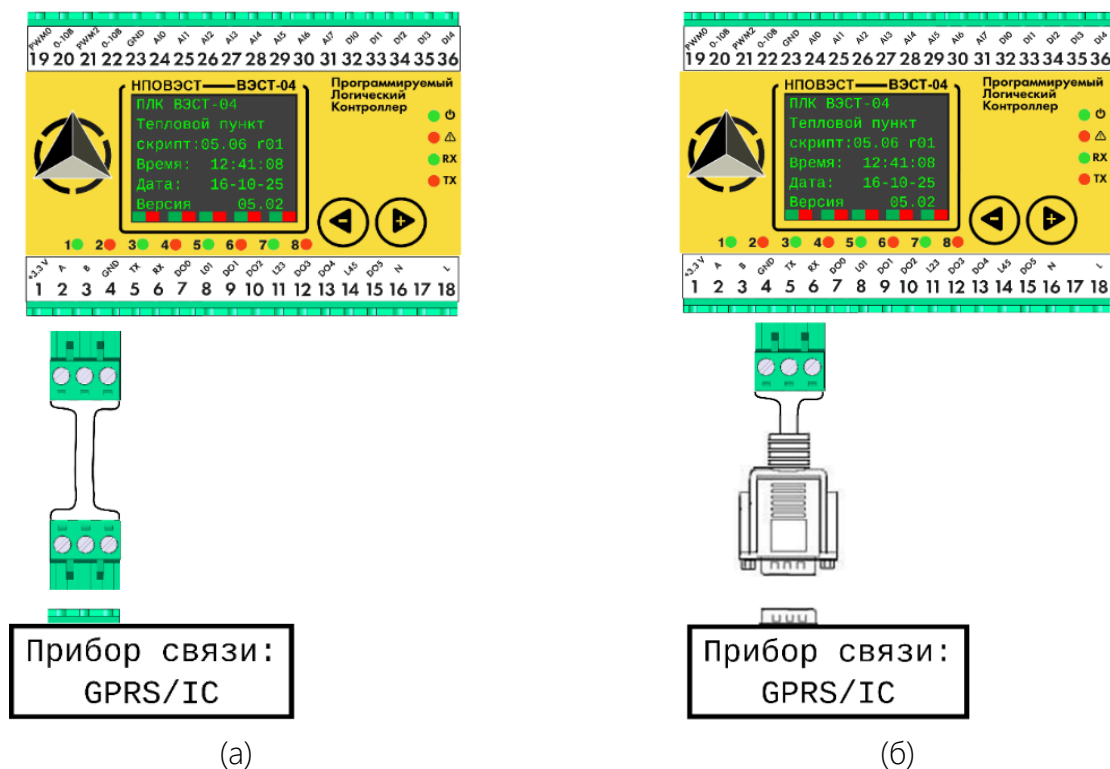

Рисунок 4 – Подключение интерфейсов
**Элементы управления** представлены либо парой кнопок (рисунок 3а), либо многофункциональная кнопка (энкодером) (рисунок 4б). Они обеспечивают взаимодействие с меню, позволяя осуществлять навигацию, ввод данных и подтверждение команд.